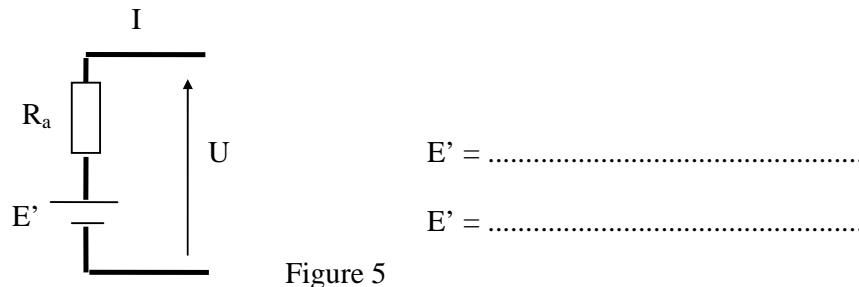

Figure 5
3) Soumis à une tension $U = 30V$, ce moteur absorbe un courant $I = 2,4 A$. Sa résistance d'induit est $R_a = 5,5 \Omega$. Sa f.c.e.m à vide est supposée égale à sa f.c.e.m en charge ($E'_v = E'_{ch} = E'$). On donne le schéma équivalent de ce moteur (figure 5).